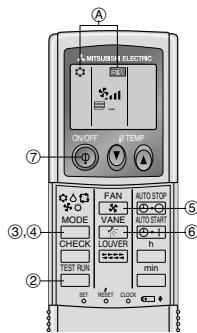

Fig. 7-2
7.2.2. Utilisation de la télécommande sans fil (Fig. 7-2)
- ① Mettre l'appareil sous tension au moins 12 heures avant l'essai de fonctionnement.
- ② Appuyer sur le bouton TEST RUN deux fois sans le relâcher. (Commencer cette opération alors que l'affichage de la télécommande est éteint.) ➔ MODE et le mode d'opération en cours sont affichés.
- ③ Pousser le bouton MODE (△ ▽ ▢ ▣) pour activer le mode rafraîchissement COOL, puis vérifier que l'appareil expulse de l'air frais.
- ④ Pousser le bouton MODE (△ ▽ ▢ ▣) pour activer le mode chauffage HEAT □, puis vérifier que l'appareil expulse de l'air chaud.
- ⑤ Appuyer sur la touche FAN et vérifier si la vitesse de la soufflerie change.
- ⑥ Pousser le bouton de la vanne VANE et vérifier que la vanne automatique marche correctement.
- ⑦ Pousser le bouton de marche/arrêt ON/OFF pour arrêter l'essai.